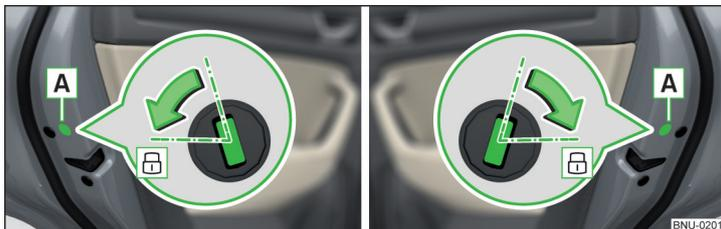

Abb. 343 Tür links/Tür rechts
- › Bei Fahrzeugen mit der Blende **A** diese Blende entfernen » Abb. 343.